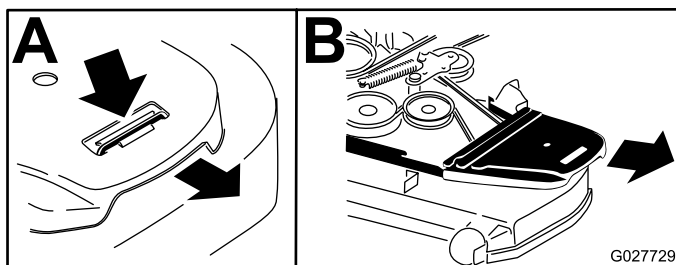

Figura 80
6. Remova as coberturas da correia e os parafusos presos a elas (Figura 80).